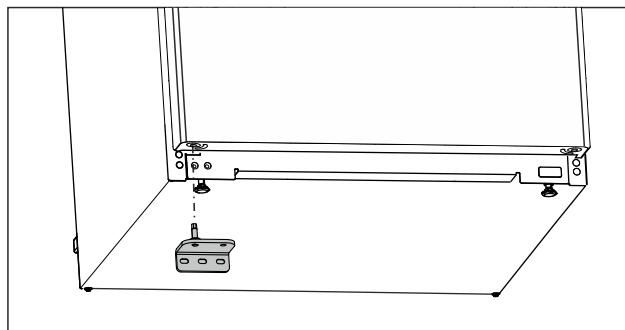

Fig. 21
- Nasadte ložiskovú konzolu na opačnú stranu. (pozri Fig. 21)